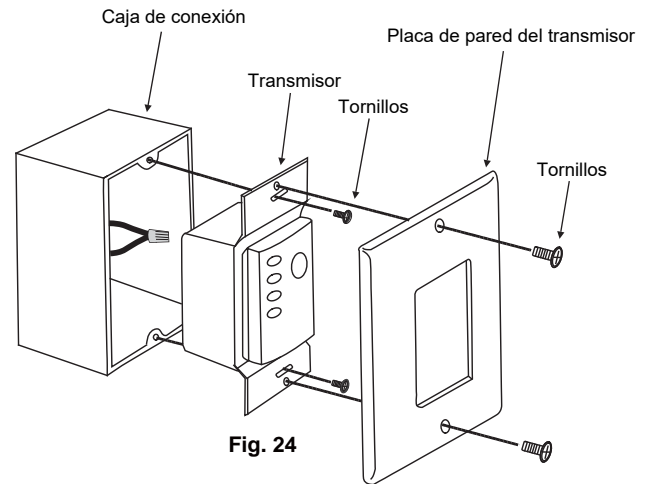

Fig. 24
Paso 2. Utilice los tornillos suministrados para instalar el transmisor en la caja de conexión en la pared (**Fig. 24**).
Paso 3. Utilice los tornillos suministrados para instalar la placa de pared del transmisor (**Fig. 24**).